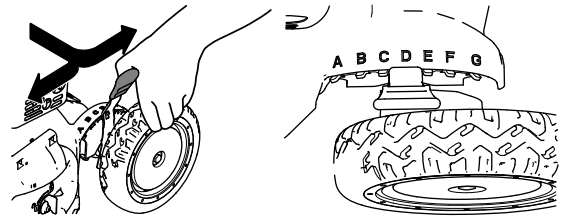

Figura 13
**Nota:** Para elevar la máquina, mueva las 4 palancas de altura de corte hacia adelante; para bajar la máquina, muévalas todas hacia atrás (Figura 13).